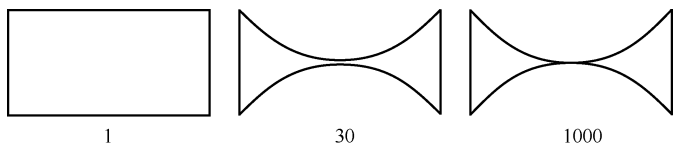

图 3-63 四边形网格的雅克比比率
- ◇ 四边形单元的雅克比比率：任何一个矩形单元或平行四边形单元，无论是否含有中间节点，其雅克比比率都为 1；如果垂直一条边的方向向内或者向外移动这一条边上的中间节点，可增加雅克比比率，如图 3-63 所示。